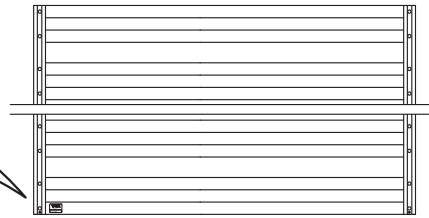

図6-2 基本用
- 各パネルの上下を確認する時は、「6.横スリットパネルの取付け 6-1 パネルの確認」の図6-1、図6-2を参照してください。